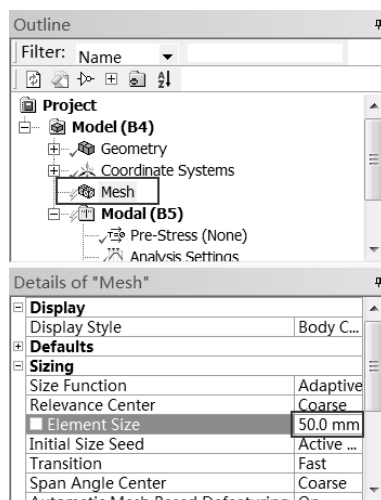

图 8-11 设置网格大小
Step2: 选择 Mechanical 界面左侧 Outline (分析树) 中的 Mesh 选项, 此时可在 Details of “Mesh” (参数列表) 中修改网格参数, 如图 8-11 所示, 在 Sizing 的 Element Size 中输入 50mm, 其余采用默认设置。